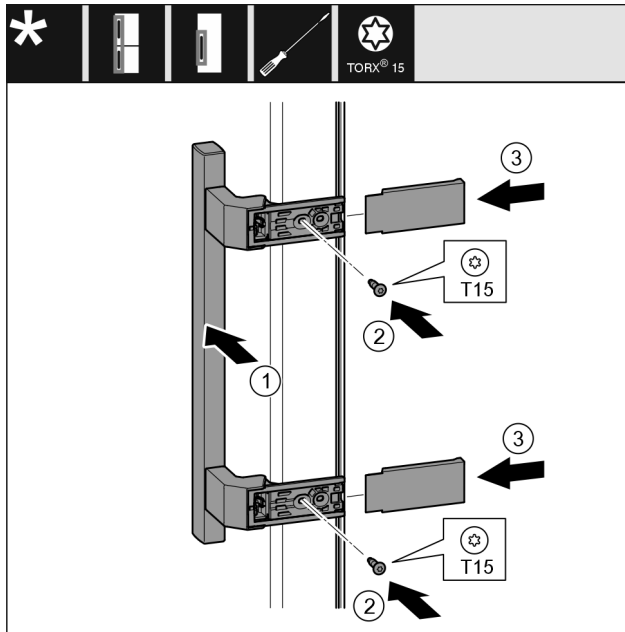

Fig. 55
- ▶ 将把手 Fig. 55 (1) 放到反面。
- ▶ 将螺钉 Fig. 55 (2) 用螺丝刀拧紧。
- ▶ 将盖板 Fig. 55 (3) 放置到侧面并插入。